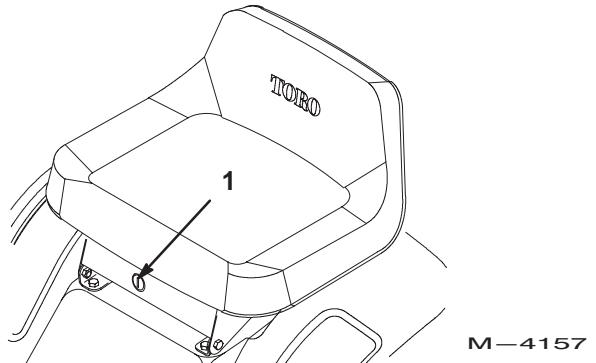

Bild 12
Wenn Sie im Rückwärtsgang den Zapwellenantrieb benötigen, können Sie diesen Sicherheitsschalter mit Hilfe des KeyChoice-Schlüsselschalters beim Sitzbügel deaktivieren (Bild 12).
2. Stecken Sie den KeyChoice-Schlüssel in sein Schloss (Bild 12).